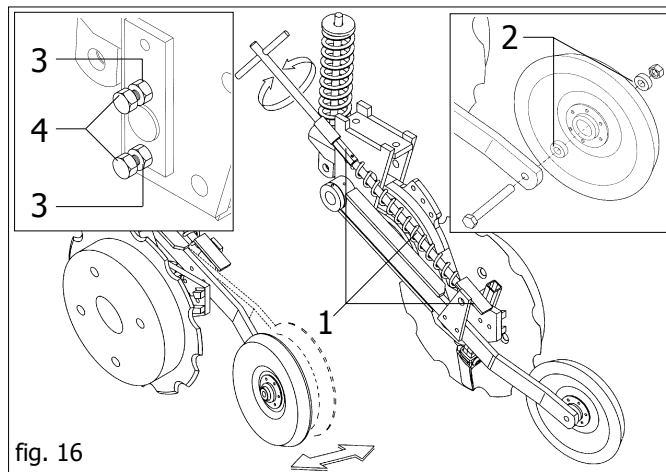

fig. 16
darum muß der Druck sorgfältig eingestellt werden. Man kann die Wirksamkeit der Druckrolle ändern durch (fig. 16):
**Kontrollieren Sie regelmäßig das eventuelle Samenandruckrollenspiel in dem man folgende Einstellung durchführt (fig. 16):**
- die Gegenmutter lockern (3);
- die Schrauben (4) vorsichtig anziehen und gleichzeitig das hintere Samenandruckrollenspiel prüfen;
- die vorherige, gelockerte Gegenmutter (3) wieder anziehen.